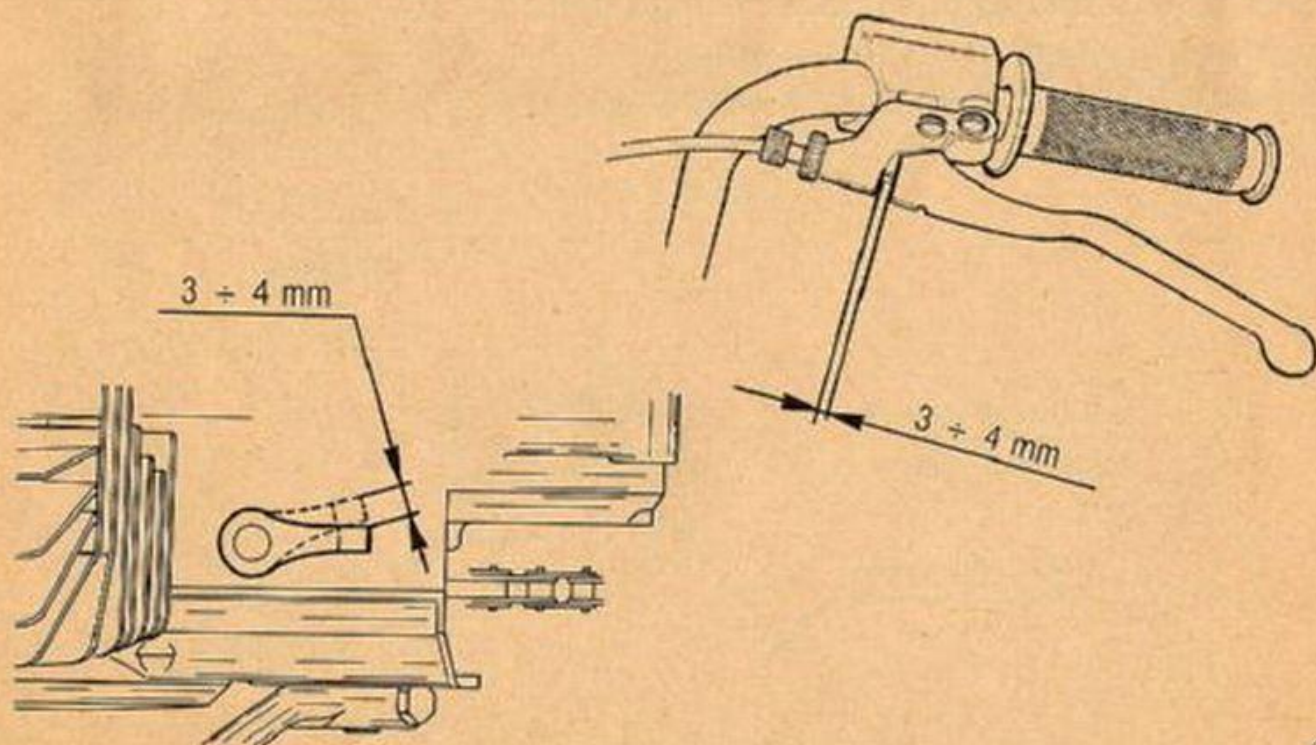

FIG. 4 Controllo gioco frizione
- 4) CONTROLLARE periodicamente la corretta registrazione della frizione verificando che la corsa a vuoto della leva di comando sul manubrio o sul motore sia di 3 + 4 mm (fig. 4).